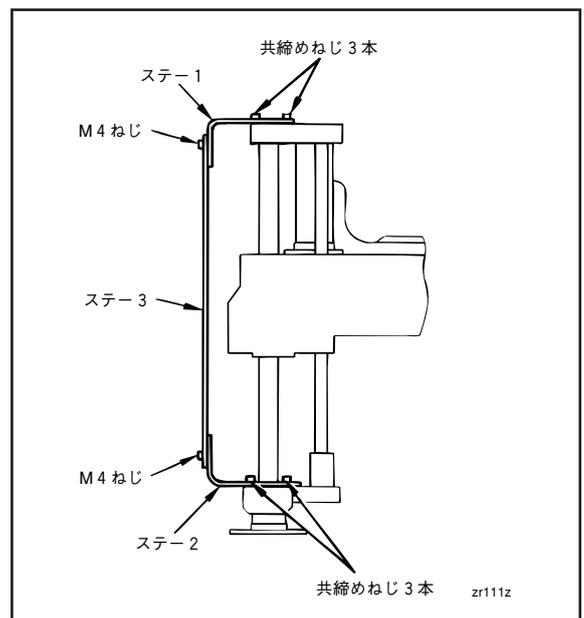

図5-67 ステーの取り付け
- ②ステー1・ステー2を図5-67のように上下軸の上部、下部にあるベアリングカバー部を共締めします。
③ステー3をM4のねじで、ステー1・ステー2に取り付けます。
④配線・配管をしてください。